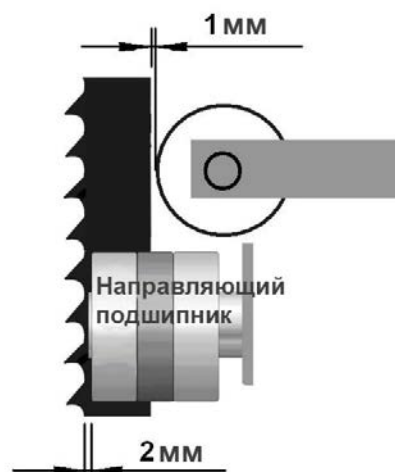
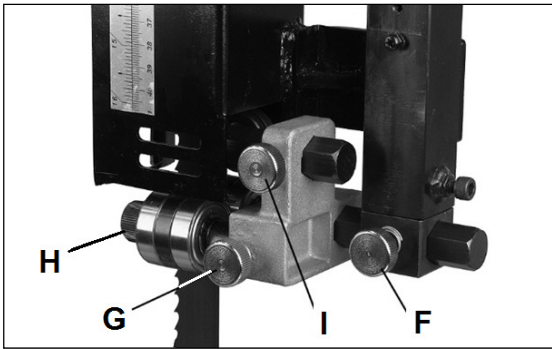

Рисунок 39
Рисунок 40
Ослабьте фиксатор (F, рис. 40).
Сместите направляющие вперед/назад так, чтобы расстояние между зубьями полотна и направляющими роликами составляло примерно 2 мм (рисунок 39).
Ослабьте фиксатор (I, рисунок 40). Отрегулируйте задний направляющий ролик так, чтобы расстояние между ним и пильным полотном составляло 1 мм (рисунок 39).
Отрегулируйте задний направляющий ролик с помощью регулировочного винта (P) так, чтобы расстояние между роликом и пильным полотном составляло 1 мм (рис.39).